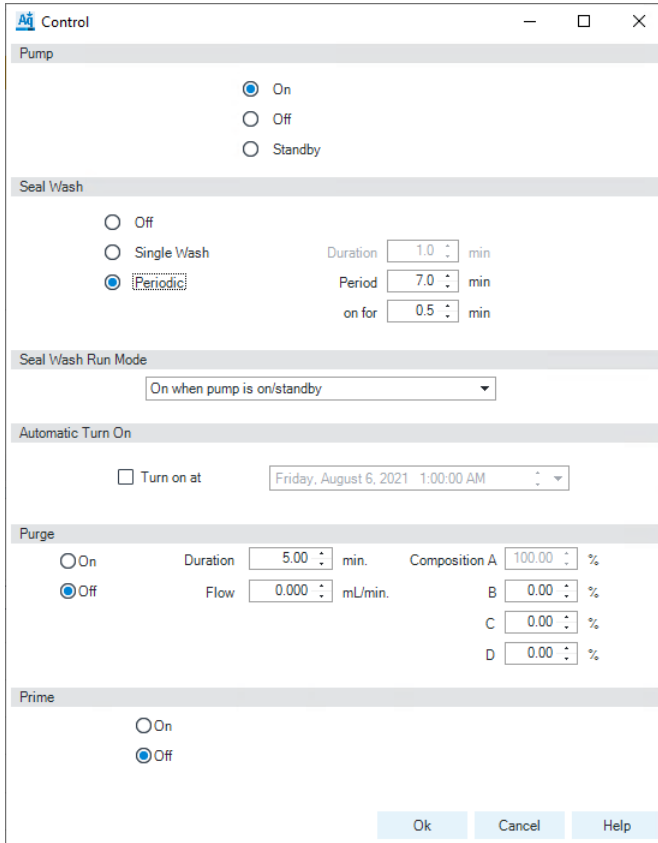

图 3 密封垫清洗设置 (1290 Infinity 泵)
可在控制屏幕下找到该对话框，建议使用第 9 页的图 3 中显示的设置。
- 可在“控制”屏幕中更改设置，请参见第 9 页的图 3。